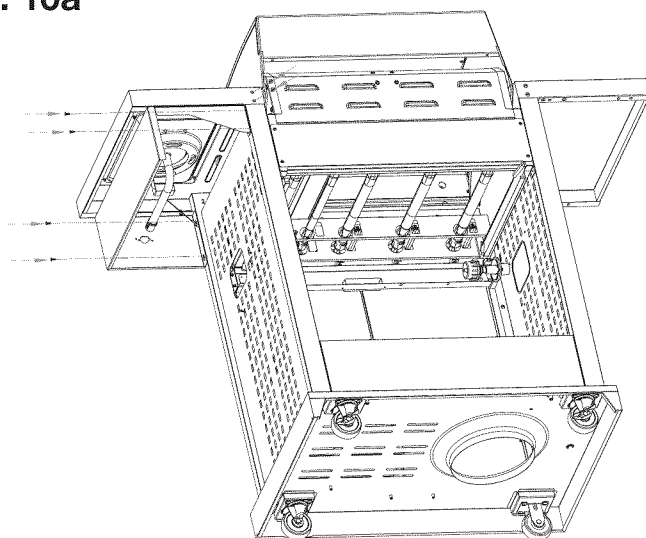

Fig. 10c
- Sujete el estante derecho al panel lateral derecho de afuera hacia adentro de la cámara de combustión con cuatro (4) tornillos M5 x 10 como se indica en la **Fig. 10c**.
- Sujete el estante desde la parte trasera al panel lateral derecho con dos (2) tornillos M5 x 10 como se señala en la **Fig. 10c**.